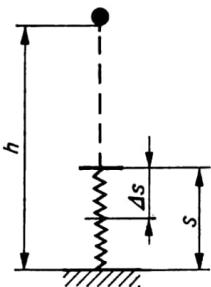

Bild 110
3.50 Bild 110; $h = \frac{k(\Delta s)^2}{2mg} + s - \Delta s$; $h = 1,38 \text{ m}$